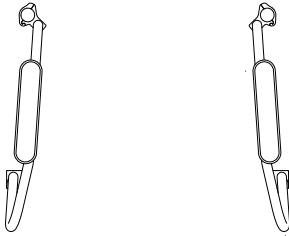

Abb. 13
5. När sidoskyddets bakre fästklämma vrids så att den hamnar längre inåt stolen, minskar sittbredden (bild 13).